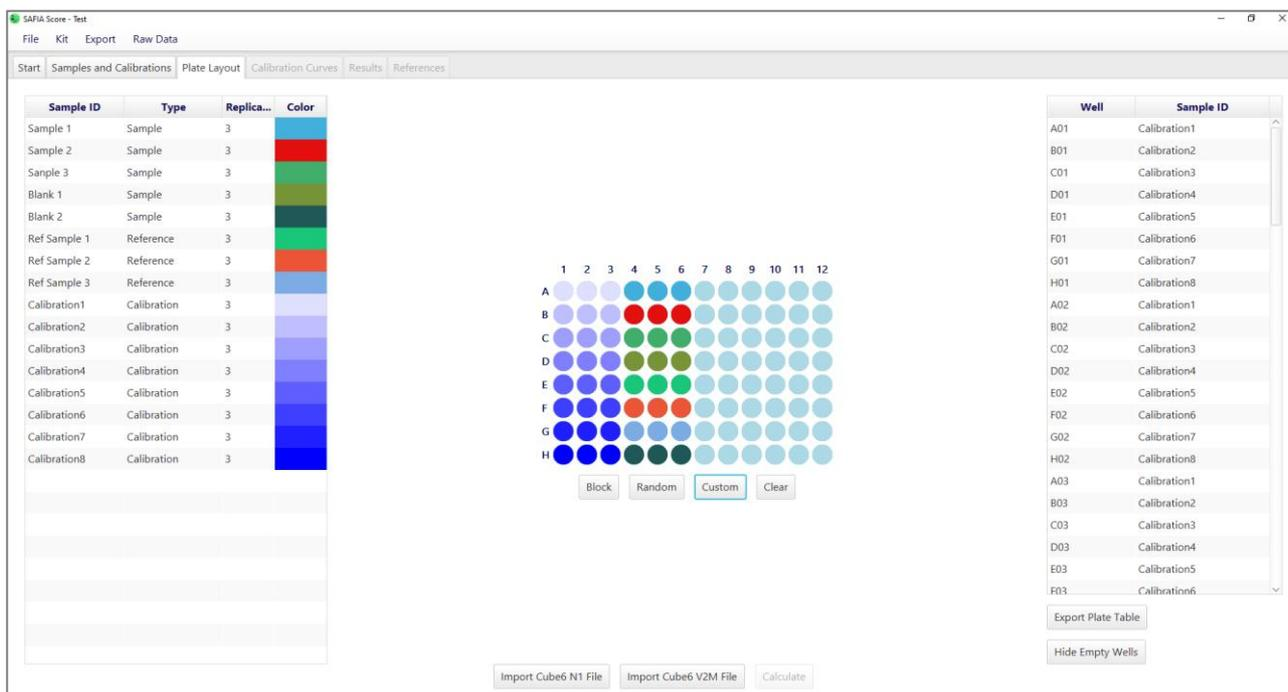

Abbildung 14. Übersicht der Funktionen im Arbeitsbereich Plate Layout
- Gehen Sie zum Arbeitsbereich *Plate Layout* um eine Zuordnung der Proben und Standards zu den Kavitäten der Mikrotiterplatte vorzunehmen. Die Kavitäten haben einen alphanumerischen Code (A1, B1, C1 usw. bis H12) (s. Abbildung 14). Sie haben die Möglichkeit dies automatisch über die Buttons *Block* oder *Random* durchzuführen. Mithilfe des Buttons *Clear* können sie alle Eingaben löschen.